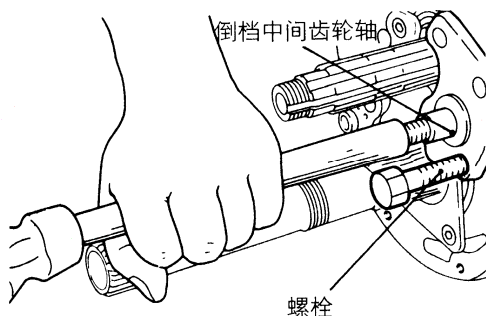

图 3-63 安装倒档中间齿轮
(10) 安装倒档中间齿轮轴时, 如图 3-63 所示, 以螺栓 (M8×50) 作为导向, 安装倒档中间齿轮。